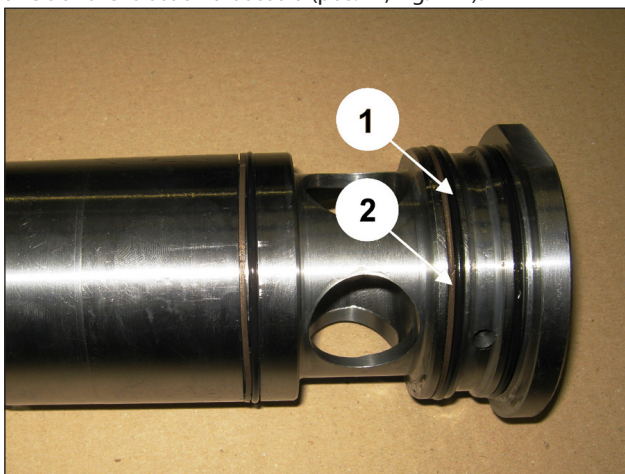

Fig. 127
Insira os anéis circulares (pos. ①, Fig. 127) e os respectivos anéis anti-extrusão na bússola (pos. ②, Fig. 127).